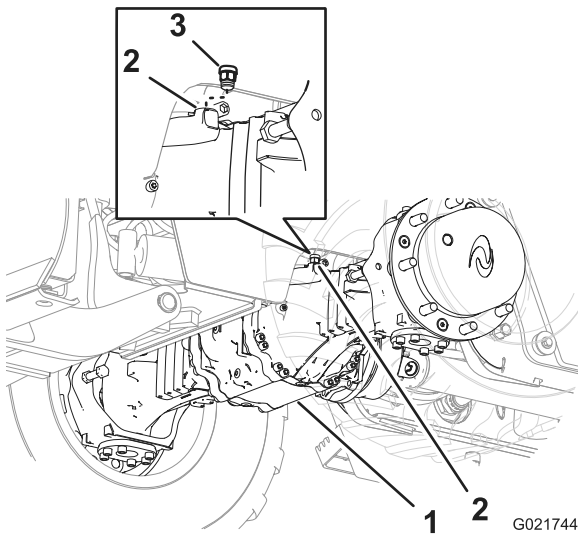
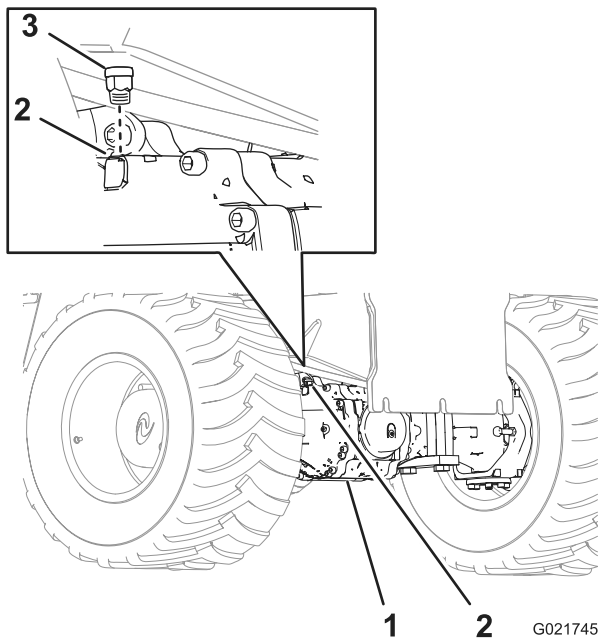

Figure 76
Figure 77
- Nettoyez la surface autour des reniflards avec un solvant de nettoyage (Figure 76 et Figure 77).
2. Déposez le reniflard du pont avant (Figure 76).
3. Déposez le reniflard du pont arrière (Figure 77).
6. Reposez le reniflard sur le pont avant (Figure 76).
7. Reposez le reniflard sur le pont arrière (Figure 77).